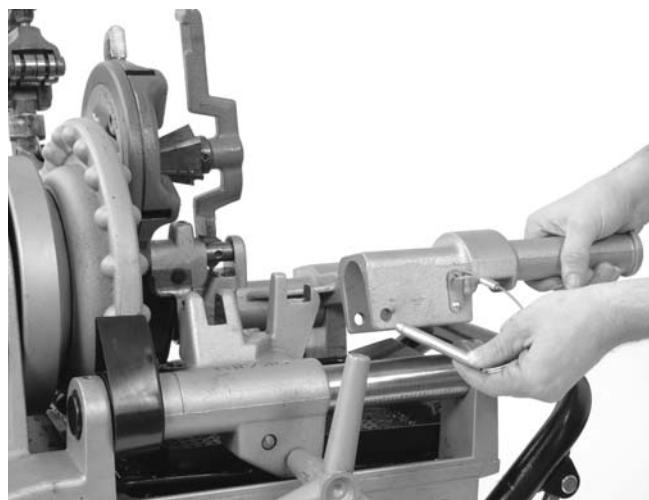

Figura 5 – Instalación del brazo adaptador
- Ponga un mango adaptador sobre el extremo de cada riel de la Roscadora Compact No. 300 (*como se muestra en la Figura 5*) y fíjelos con el pasador incorporado.